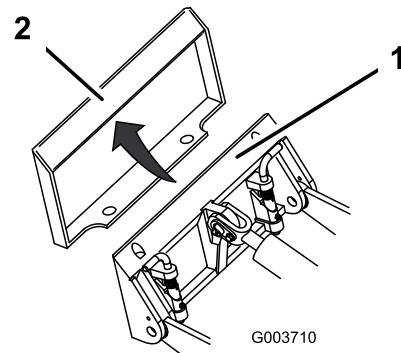

Figure 20
4. Insérez la plaque de montage dans le bord supérieur de la plaque réceptrice de l'accessoire (Figure 20).